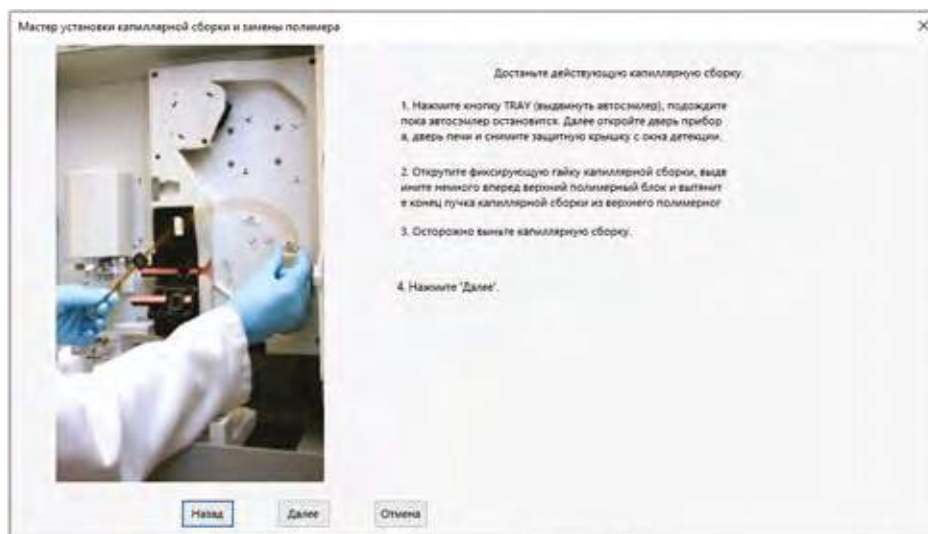

Рисунок 7. Извлечение текущей капиллярной сборки.
- Поверните гайку наконечника капиллярной сборки, закреплённого в насосе, против часовой стрелки, слегка переместите насос к себе и осторожно вытяните наконечник капиллярной сборки из насоса. См. Рисунок 7.